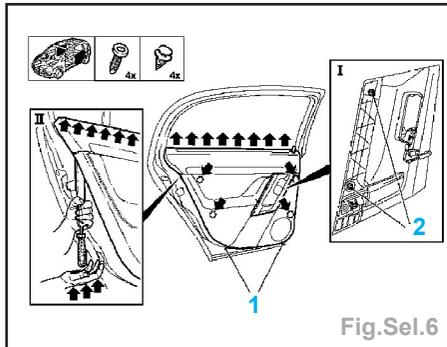

Fig.Sel.6
- déposer les 2 vis (1) (Fig.Sel.6),
- déposer les 2 vis (2),